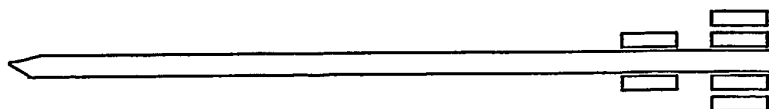

Fig 7
- 10 4)- Catapulte selon la revendication n°1, caractérisée en ce que les poulies sont montées en série parallèle pour trois sandows (Fig 7).